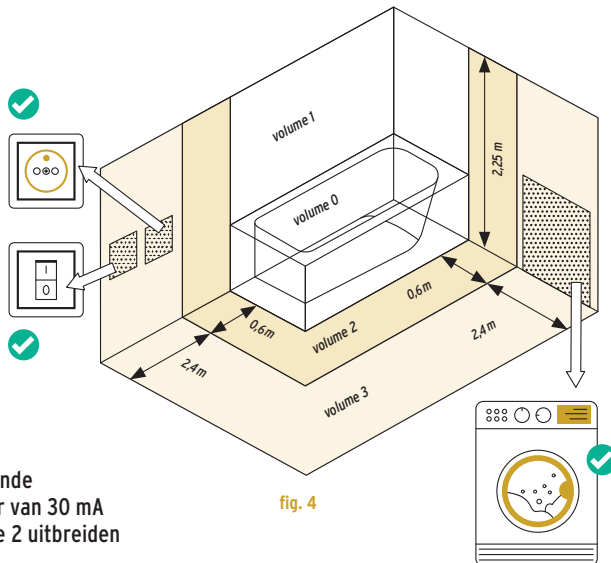

fig. 4
- Vochtige lokalen worden opgedeeld in volumes 0, 1, 2 en 3. Deze beschermingsvolumes tonen aan op welke minimumafstand elk type elektrisch toestel geplaatst mag worden. zie fig. 4